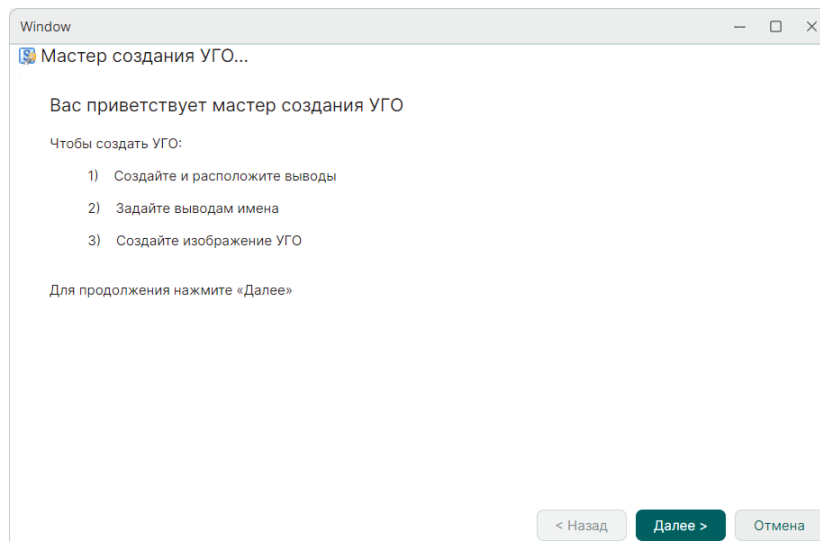

Рис. 218 Стартовое окно мастера создания УГО
2. На экране отобразится стартовое информационное окно мастера, для продолжения работы нажмите «Далее», см. Рис. 218.